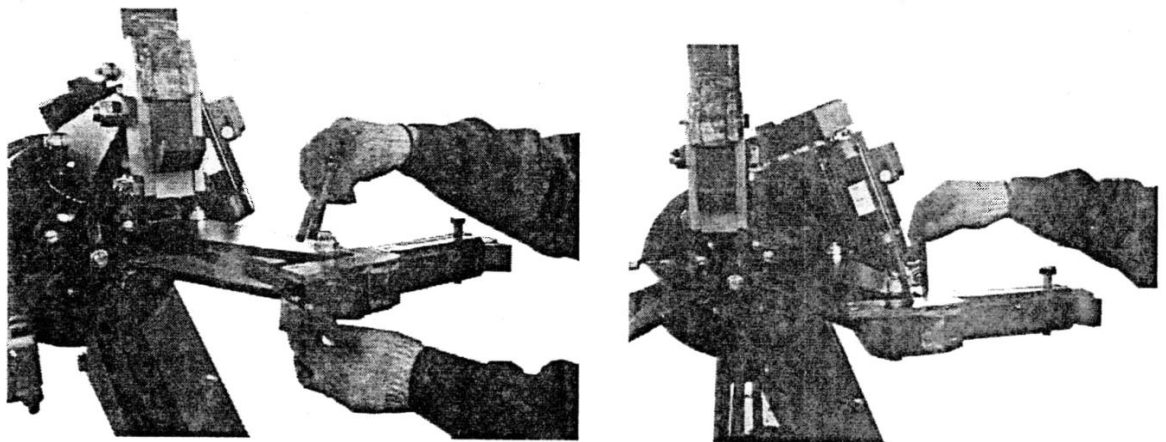

Рис.17 – фиксация удлиненного зажимного кулачка
2. Вставьте удлиненный зажимной кулачок в установочный разъем и зафиксируйте его жестко при помощи шестигранной головки. Сильно закрутите два болта под шестигранник с верхней и нижней стороны крепления. (См. Рис.17)